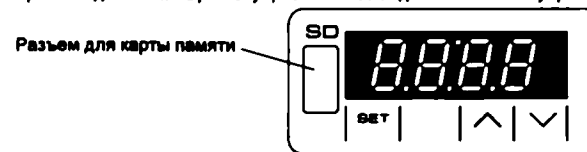

Рис. 2 Блок управления БУ-M01
7.2.1 Блок управления БУ-M01 обеспечивает: поддержание температурного режима в камере, индикацию температуры, включение звуковой сигнализации при выходе температуры в камере за установленные пределы и отключении электропитания, автоматическое отключение вентилятора при открытой двери холодильника. Блок управления БУ-M01 комплектуется картой памяти объемом не менее 128 Мб (установлена в блок управления) для записи показаний в энергонезависимую память в формате ".txt" каждые 5 минут (данный интервал времени установлен на предприятии - изготовителе и может быть изменен потребителем от 1 раза в минуту до 1 раза в час) и аккумуляторными элементами питания, которые обеспечивают запись температурных параметров в отсутствие электропитания в течении 24 часов. В основном рабочем режиме, на дисплее отображается текущая температура в холодильной камере и символы (охлаждения, нагревания, вентиляции, ОС). Одновременно с этим происходит сохранение информации во внутренней памяти блока управления о текущей температуре, с заданным интервалом времени. При переполнении внутренней памяти, происходит перезапись наиболее старых значений новыми. Датчик температуры размещается внутри камеры холодильника. Органы управления выведены на панель управления холодильника (рис.2):